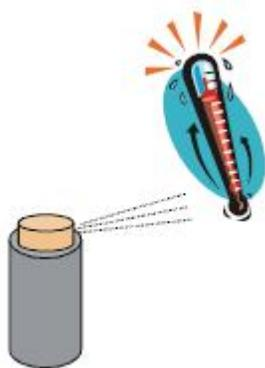

Figura 8.2: Expansão adiabática em um aerosol
B) Com um aerossol, não tóxico e não poluente, é possível fazer uma outra exploração interessante. Inicialmente, a substância contida no interior do aerossol deverá estar em equilíbrio térmico com sua vizinhança, isto é, deverá estar à temperatura ambiente. Deixe o frasco de aerossol sobre a mesa e segure um termômetro na direção em que sairá o jato de aerossol. Mire e dispare o jato de tal forma que ele possa atingir o bulbo do termômetro (figura 8.2). Observando o valor registrado